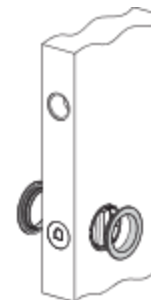

Fig. 6
6. Inserire la maniglietta frontale di trascinamento nell'apposita sede (Fig. 6).
Apply the pull handle in its seat (Fig. 6).